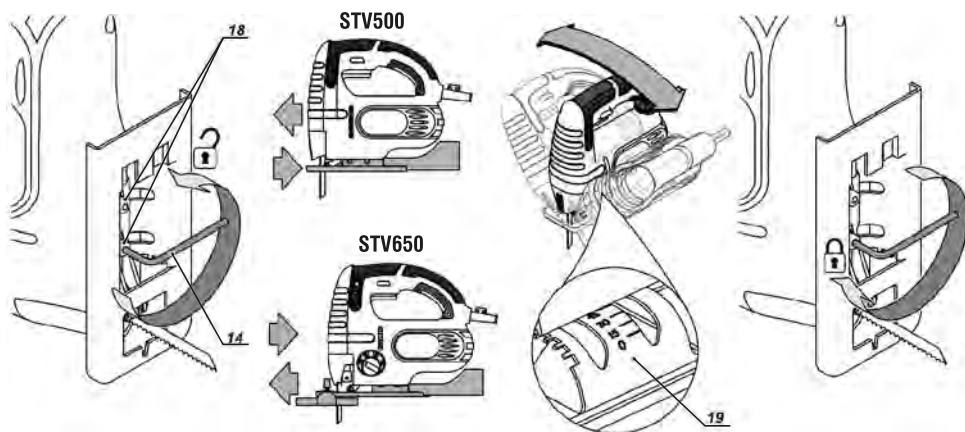

fig.3 - desenho demonstrativo ajuste do ângulo de corte
Solte a alavanca trava da placa de base (18) girando a chave allen (14) no sentido anti-horário, mova a placa de base (7), ajustando o ângulo desejado da base, aperte a alavanca trava da placa (18), girando a chave allen (14) no sentido horário, fig.3.